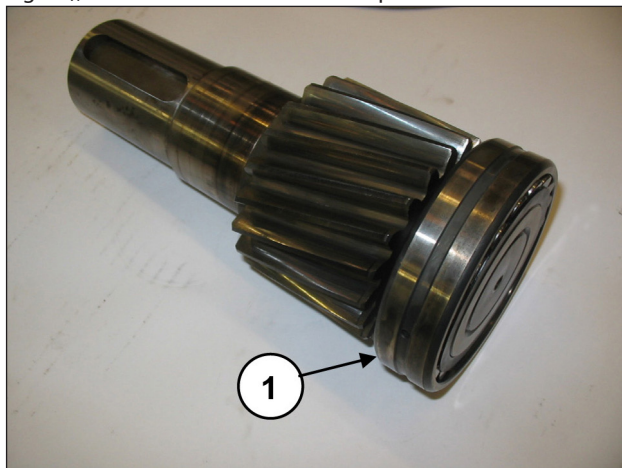
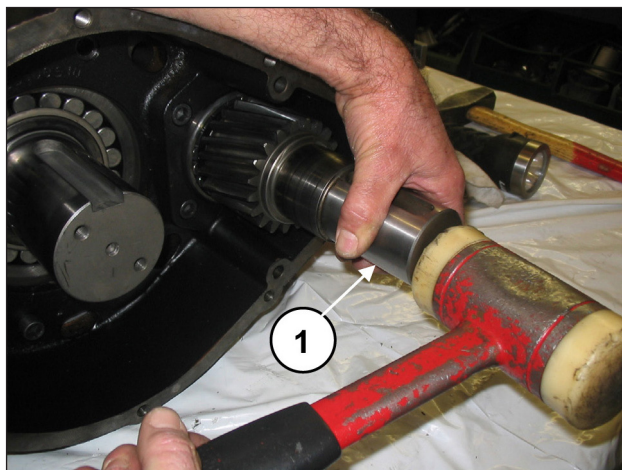

Fig. 60
Fig. 61
Pré-monte o rolamento no pinhão (pos. ①, Fig. 60), e insira totalmente o pinhão no local da caixa do redutor (pos. ①, Fig. 61), mediante um mecanismo de percussão.